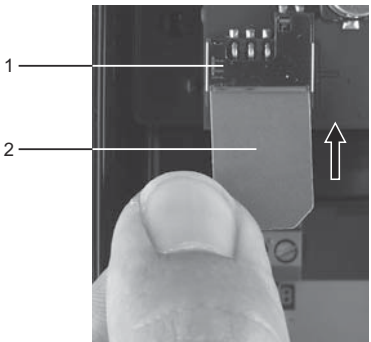

图 4 插入SIM卡
3. 将SIM卡插入CIM 260或CIM 280。见图4。
SIM卡的斜边必须朝下。见图4。